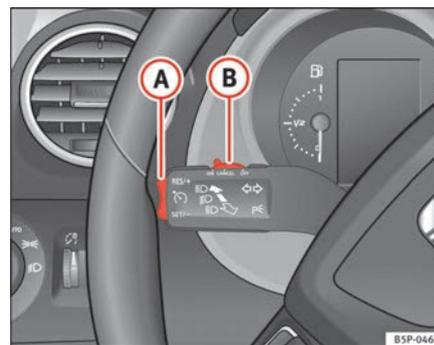

Fig. 149 Palanca de intermitentes y de luz de carretera: mando y tecla basculante para el regulador de velocidad
- Presione la parte superior de la tecla basculante **RES/+** ⇒ fig. 149 **A** para aumentar la velocidad. El vehículo acelerará mientras mantenga la tecla presionada. Al soltar la tecla quedará memorizada la nueva velocidad.
Si se reduce la velocidad programada pisando el pedal del freno, se desactiva el regulador de velocidad. Si quiere activar de nuevo el regulador, bastará con presionar una vez la parte superior de la tecla basculante **RES/+** ⇒ fig. 149 **A**.